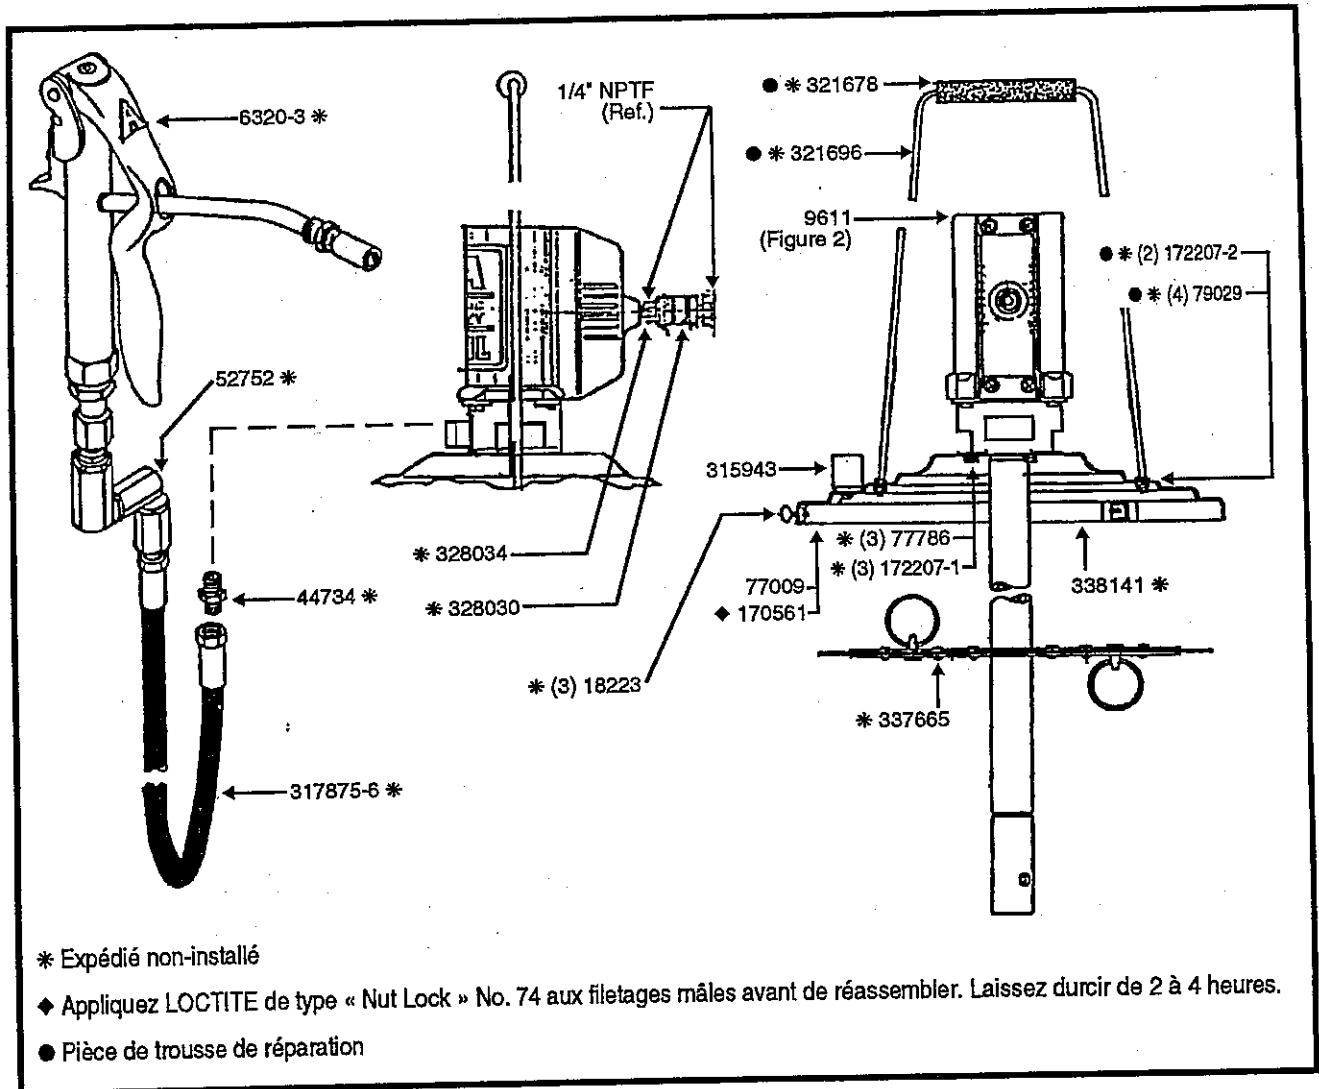

Figure 3 : Composantes de la pompe à graisse modèle 9611-H
**MODELE 9611-H : (Figure 3)**
12. Installez l'accouplement femelle 328030 sur l'extrémité de la conduite d'air. Attachez l'accouplement femelle à l'adaptateur 328034 (Figure 3) de l'ensemble de moteur pneumatique.